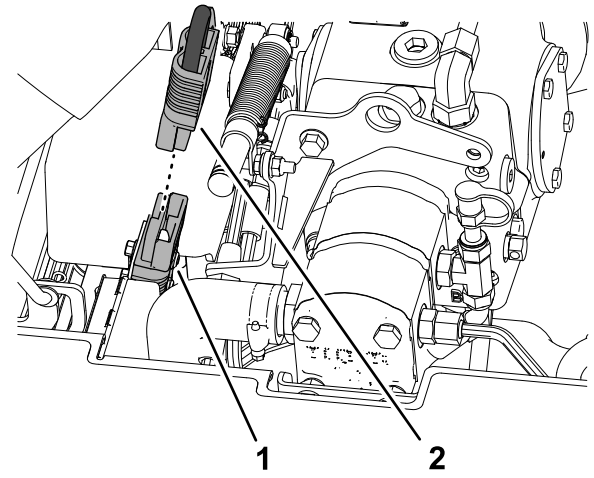

Рисунок 5
2. Отсоединение переключателя отключения аккумулятора в системе на 48 В пост. тока (**Рисунок 5**).